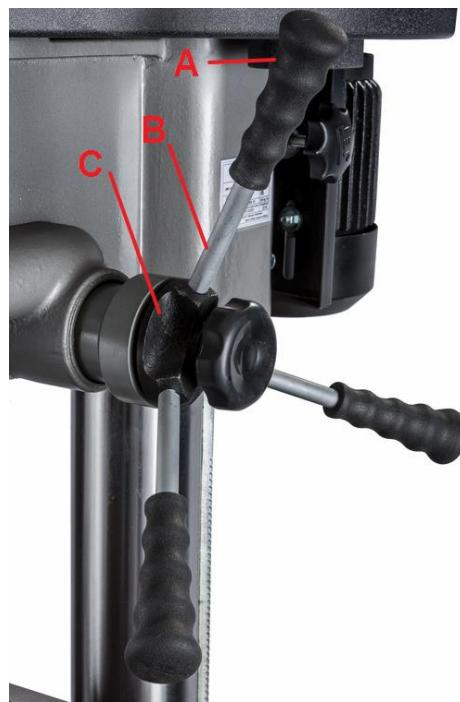

Рис. 1
Смонтируйте 3 рукоятки перемещения (A, Рис. 1) на штангах (B) и затем на ступице (C).